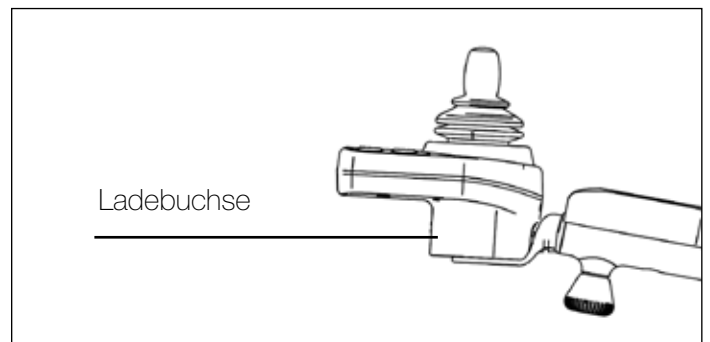

Abb. 11
**Ladebuchse:** Dieser Stecker dient ausschließlich dem Laden des Rollstuhls. Verwenden Sie die Buchse nicht zum Laden anderer elektrischer Geräte. Andernfalls kann das Steuerungssystem des Rollstuhls beschädigt oder die EMV (elektromagnetische Verträglichkeit) beeinträchtigt werden. (Abb. 11)